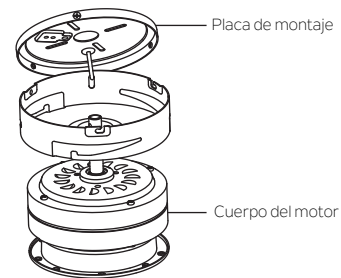

Fig. 6
Paso 2. Cuelgue el cuerpo del motor de la placa de montaje tal como se muestra. Ahora ya puede proceder con el cableado eléctrico del ventilador. (Fig. 6)